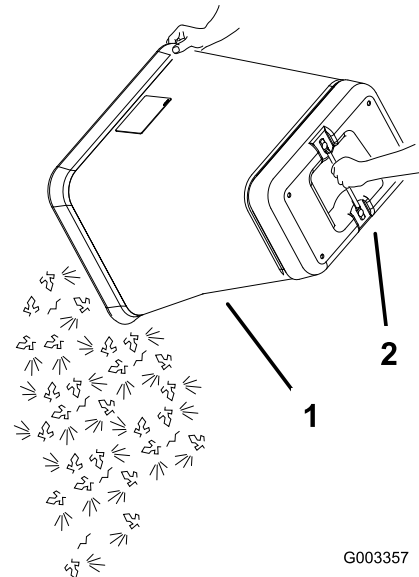

Bild 27
6. Fassen Sie den Griff unten am Grasfangkorb an und drehen den Grasfangkorb zum Entleeren um (Bild 27).